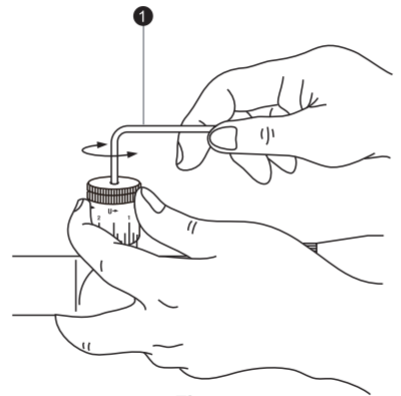

Fig. 3-3
Tout en tenant la tourelle avec les doigts pour éviter de fausser l'alignement de la bague graduée, dévissez dans le sens inverse des aiguilles d'une montre la vis située en haut de la tourelle, à l'aide de la clé hexagonale fournie (1) jusqu'à ce qu'elle sorte. Puis retirez la tourelle (Fig. 3-3).